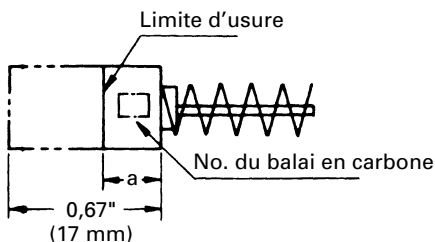

Fig. 16
4. Contrôle des balais en carbone (Fig. 16)
**REMARQUE:** Utiliser le balai de carbone HITACHI indiqué à la Fig. 16.